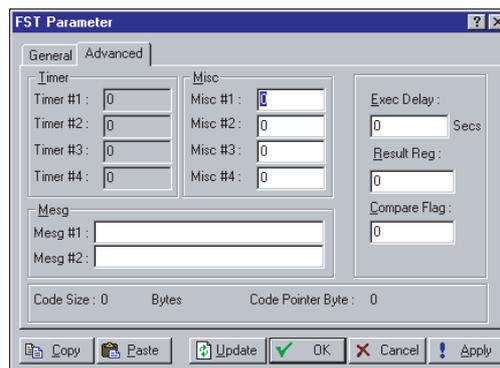

Figura B-2. Parâmetro da FST Avançado (Advanced)
2. Clique na guia **Advanced**. Consulte a Figura B-2.